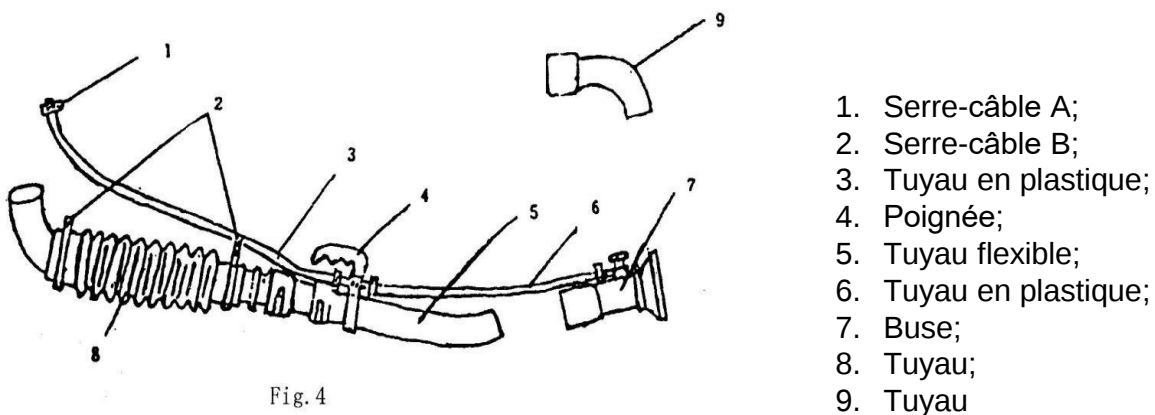

Fig. 4
1. Joint d'étanchéité 2. Connecteur 3. Écrou de pression 4. Connectez le tuyau de pulvérisation à l'appareil comme montré sur la fig. 4.